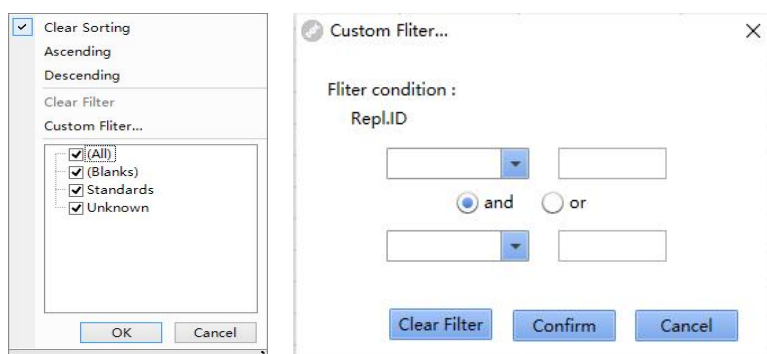

Fig 4-8
- **Filtrare:** Faceți clic pe  pictograma de pe antetul unei coloane, puteți filtra datele selectând datele din date lista (Fig 4-8). Faceți clic pe **Filtrare personalizată** pentru a efectua filtrarea avansată pe această coloană (Fig 4-8).